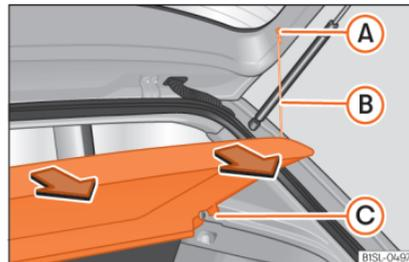

Abb. 95 Im Gepäckraum: Gepäckraumabdeckung aus- und einbauen.
- Hängen Sie die Haltebänder » Abb. 95 (A) aus den Aufnahmen (A) aus.
- Gepäckraumabdeckung nach oben aus den seitlichen Halterungen (C) ziehen und herausnehmen.